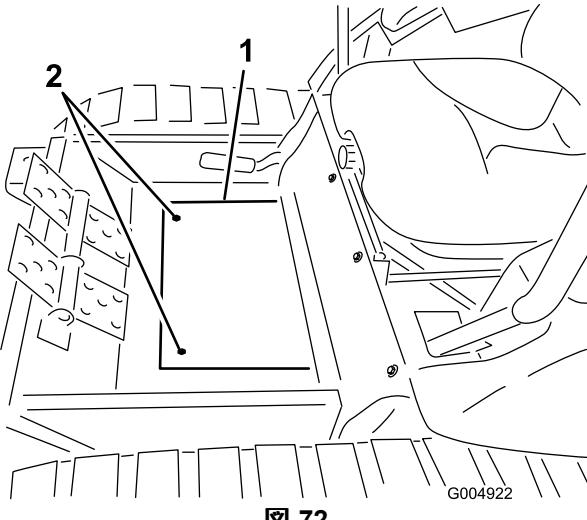

図 72
3. フロアプレートのカバーを止めているボルト2 本を取ってカバーを外す 図 72。